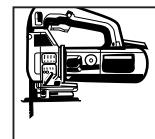

FIG.5
4. Såga enligt fig.4 ut en del ur plastkofångarens undersida. Såga enligt fig.5 ut en del ur kofångarens innanmåte av aluminium. I innanmåtet anges en böjd streckad linje vid pilen (i mitten). Såga ut den angivna
- Sav et stykke af på undersiden af kunststofkofangeren ifølge fig.4. Sav et stykke af aluminiuminderværket i kofangeren ifølge fig.5. I kofangerinderværket er der ved pilen (midt på kofangeren) aftegnet en buet
4. Serrar de acuerdo con la fig. 4 una parte del lado inferior del parachoques sintético. Serrar de acuerdo con la fig. 5 una parte de la parte interior de aluminio del parachoques. En la parte interior del parachoques está indicada una línea de puntos torcida junto a la flecha (parte central parachoques). Serrar la parte indicada de forma rectangular de acuerdo con las demás figuras 5. Volver a poner el parachoques y fijarlo a la altura de los puntos M por medio de dos tuercas M10 inclusive arandelas planas. Colocar la barra de la bola y fijarla por medio de un tornillo M12x70/21.2 y un tornillo M12x75/26.2 inclusive placa de enchufe, arandelas planas y tuercas.